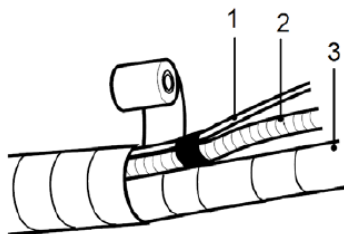

fig. 24 -
- După înfășurarea conductelor cu material de protecție, îmbinați cablul de conectare electric (1-"fig. 24 -"), conducta de evacuare a condensului (2-"fig. 24 -") și conductele (3-"fig. 24 -").